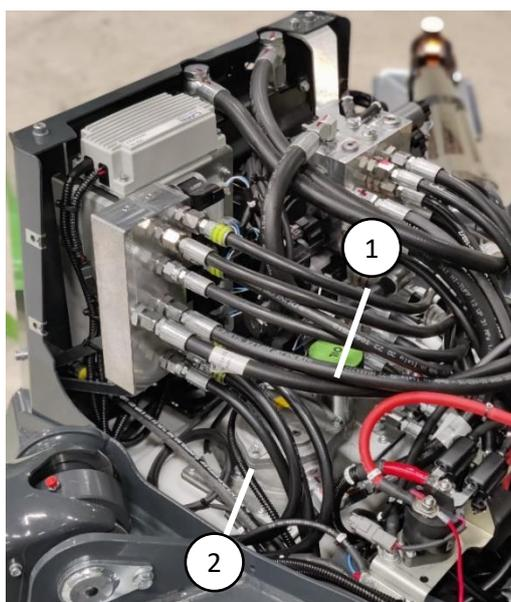

Figure 26. Réservoir d'huile hydraulique
La vidange de l'huile hydraulique peut être effectuée au niveau du filtre d'aspiration ou via le bouchon du réservoir d'huile hydraulique (figure 26 (1)) à l'aide d'une pompe d'aspiration. Le filtre d'aspiration se trouve en bas du châssis, derrière la trappe de service (figure 27). Vous pouvez vidanger l'huile hydraulique en ouvrant le raccord au niveau du filtre d'aspiration. Le volume de vidange d'huile est de 35 litres.
Le filtre de retour d'huile hydraulique (figure 26 (2)) se trouve sur le dessus du réservoir d'huile hydraulique, à l'arrière du châssis. Pour remplacer le filtre, ouvrez le couvercle du boîtier de filtre et remplacez la cartouche filtrante par une neuve. La cartouche filtrante est montée avec l'ouverture orientée vers le haut. Une fois cela fait, réinstallez le couvercle sur le boîtier de filtre. Avant de réinstaller les caches sur la machine, vérifiez l'absence de fuites.
Le niveau d'huile hydraulique peut être vérifié à l'aide de la jauge présente dans le bouchon de filtre (figure 26 (1)). Lorsque la plateforme d'accès est en position de transport (bras abaissés et balanciers complètement relevés), le niveau d'huile doit se trouver au niveau de la marque supérieure sur la jauge.